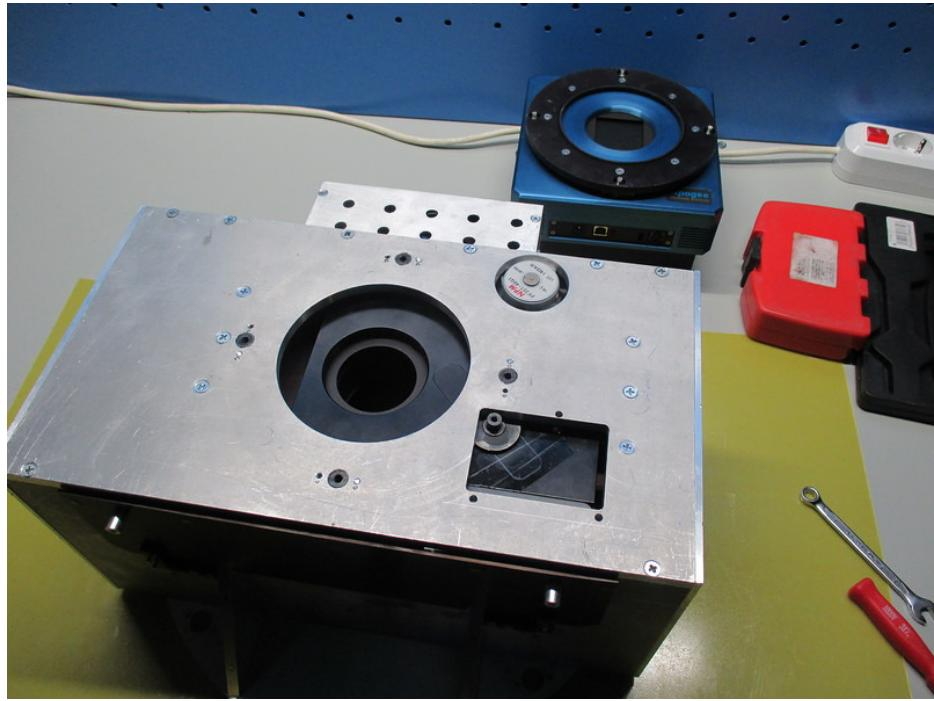

Рис. 14: Фотометр со снятым фланцем светоприемника.
1. Снять фланец светоприемника (см. рис. 14).